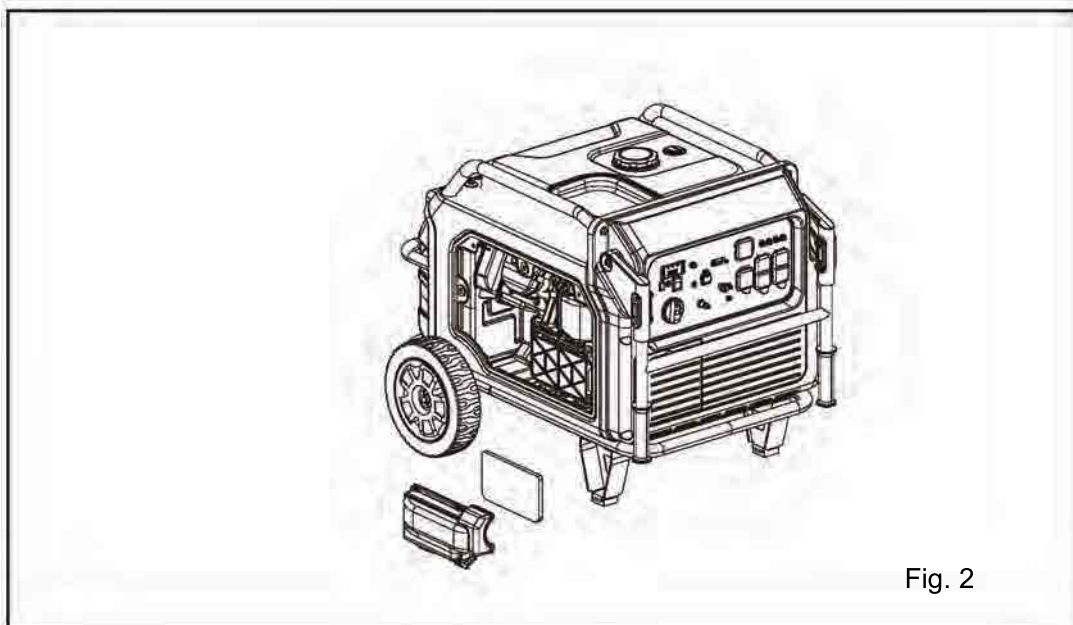

Fig. 2
- Retirer l'élément du filtre à air (Fig. 2). Inspectez la présence de saleté, de débris ou d'endommagement. Nettoyer ou remplacer selon les besoins.